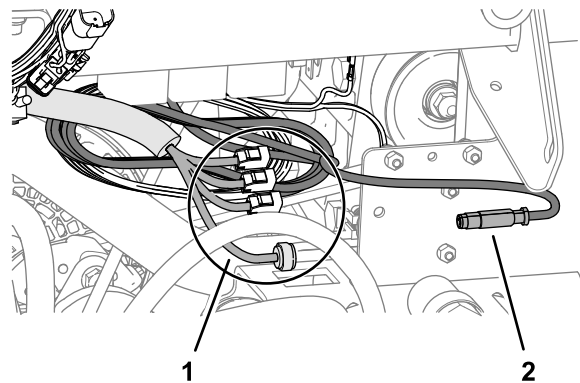

**Figura 63**
3. Enrute el arnés de datos del módem por detrás de los relés y hacia abajo (Figura 63).